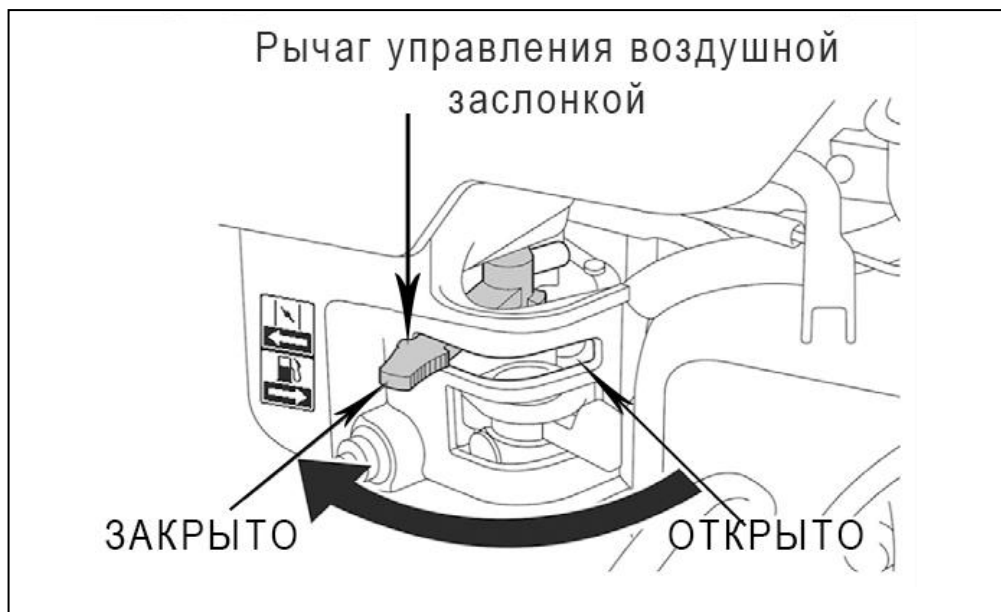

Рис. 11. Рычаг управления воздушной заслонкой.
2. Закройте воздушную заслонку карбюратора. Для этого переведите рычаг управления воздушной заслонкой в крайнее левое положение (Рис. 11).